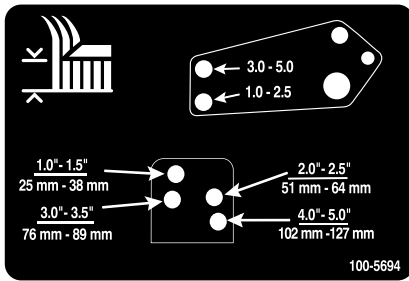

Bild 28
- Fluchten Sie die Löcher des Stoßdämpferlenkers mit den ausgewählten Löchern in der Schnitthöhenhalterung am Mähwerkrahmen aus, setzen die Lastösenbolzen ein und bringen die Splinte an (Bild 28).